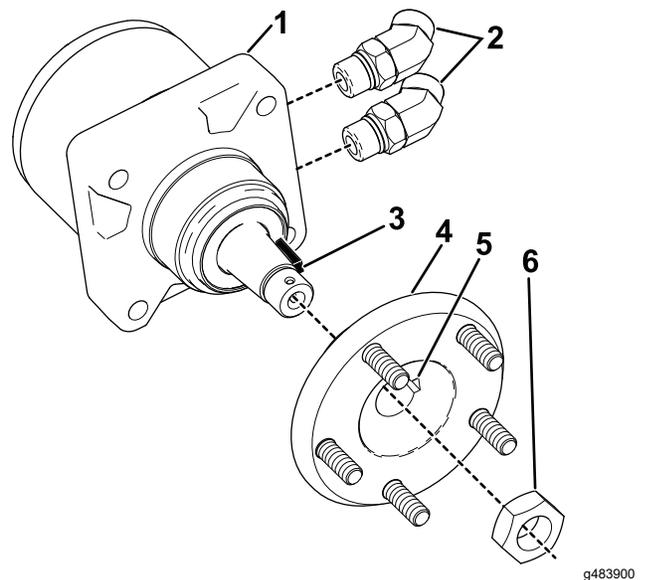

図 2
- キットのハブを各モータに取り付け、モータの半月キーにハブのスロットを整列させる 図 2。
- 各モータに、45° フィッティングを2つずつ取り付ける (図 2)。各フィッティングがまっすぐ後ろ向きになるように取り付ける。